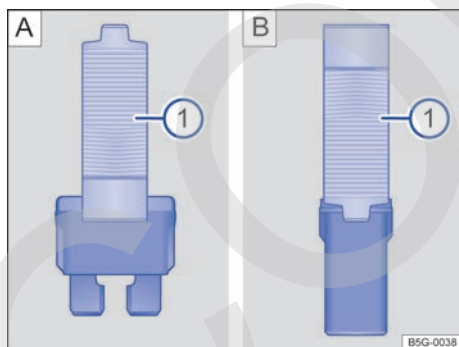

Fig. 141 Retirar o colocar el fusible con la pinza de plástico: **A**) fusible plano, **B**) fusible de bloqueo.
- De ser necesario, retirar la pinza de plástico → fig. 141 **A** ① de la cubierta de la caja de fusibles.
- De acuerdo con la versión del fusible, colocar las garras adecuadas del alicate plástico → fig. 141 **A** ① o → fig. 141 **B** ① de forma lateral en el fusible.